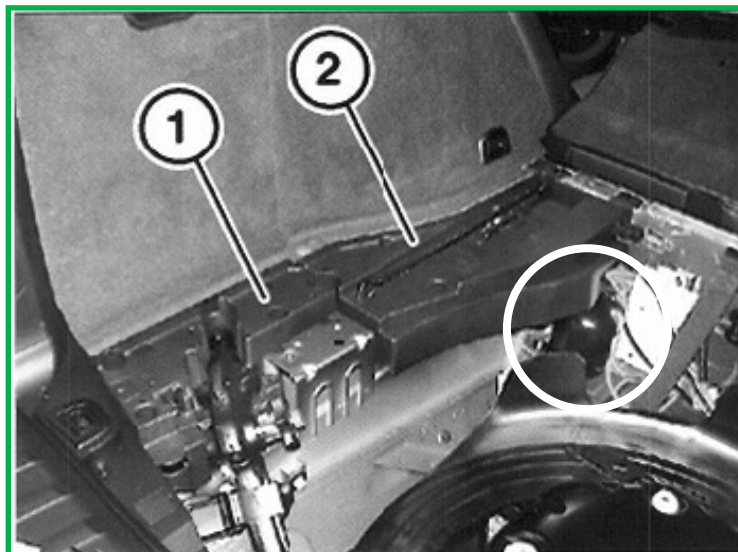

ABBILDUNG 2
4. Abstützungen (1) und (2) für Längsträger entfernen, um Zugang zum Luftdruckspeicher zu bekommen. (Abbildung 2)